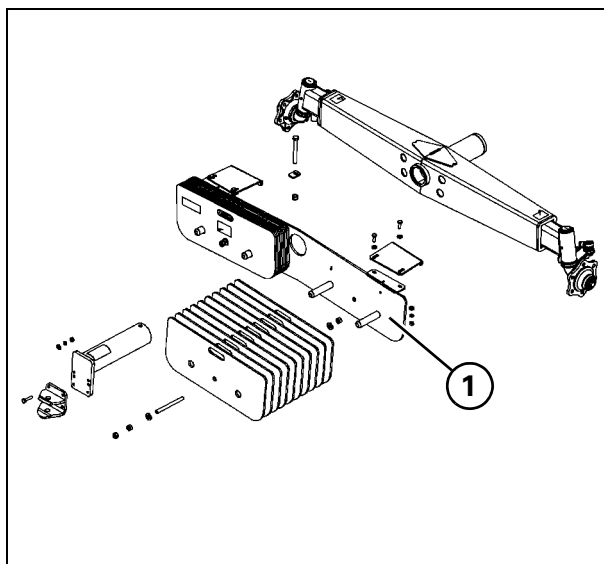

Рис. 12
- Балластные грузы на заднюю ось (Рис. 12). Дисковые балластные грузы устанавливаются на опоре (1).